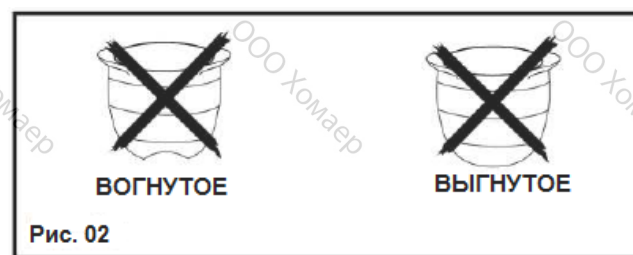

Рис. 02
- **Не используйте посуду с вогнутым или выгнутым дном (Рис. 02).**